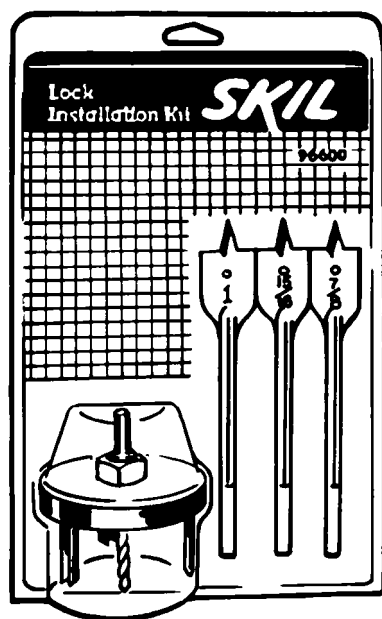

Рис. 5.37. Набор перьевых сверл для установки дверных замков (С разрешения компании Skil Corporation)
- ☐ Перьевые сверла различного размера (рис. 5.37)